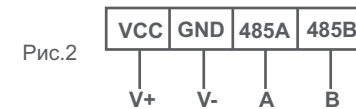

Рис.2
5. Проденьте кабель через гермоввод и подключите прибор в соответствии со схемой (Рис. 2).